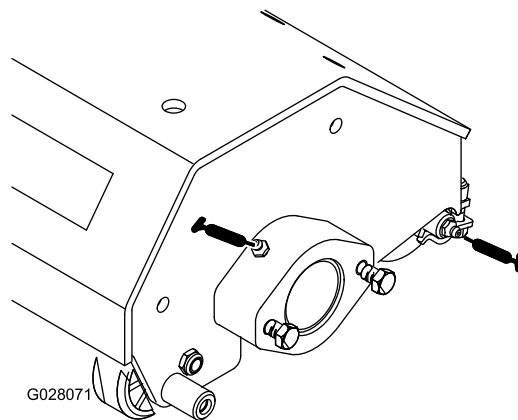

図 12
2. トリローラのシャフトのベアリングとローラのベアリング 図 12 にグリスを注入する。手に圧力が感じられるまで注入すること。